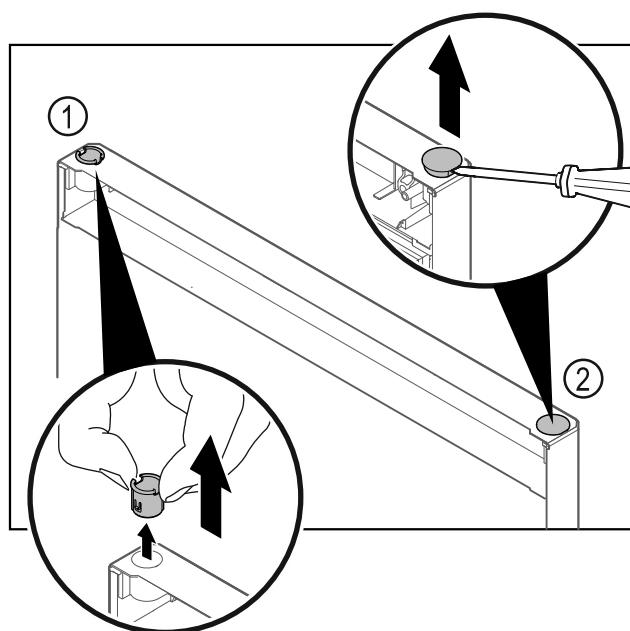

Fig. 30 Puerta del compartimiento congelador
- Extraer el casquillo de bisagra Fig. 30 (1) con los dedos.
- Levantar cuidadosamente el tapón Fig. 30 (2) con un destornillador para tornillos de cabeza ranurada y extraerlo.